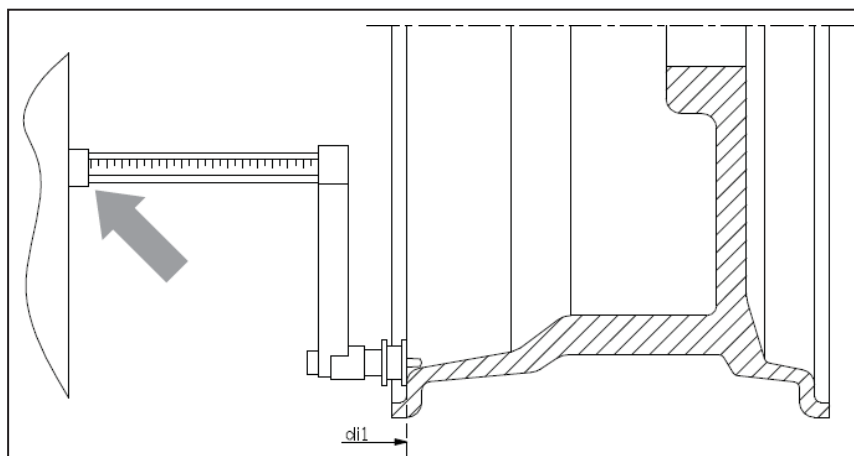

Рис. 3.4 – Ручное измерение расстояния до колеса в Типе программы ALS1
6. Выдвиньте датчик расстояния/диаметра и поместите его на диске к соответствующей внешней плоскости, выбранной для установки балансировочного грузика. См. рисунок 3.4;